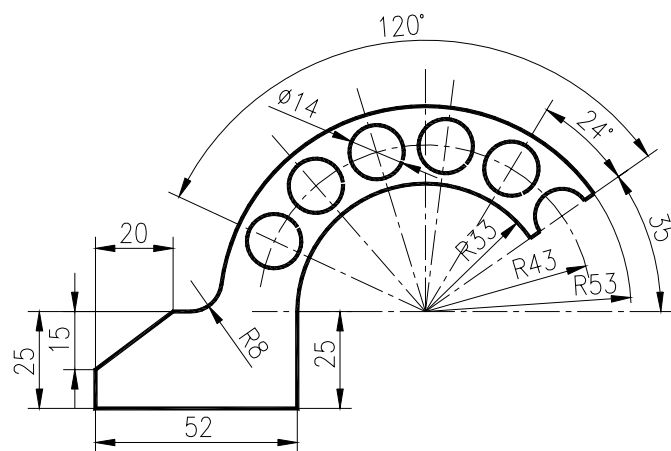

Fig. U7.14
4. Realizați desenul din Fig. U7.14 utilizând comenzile de editare *CHAMFER*, *FILLET*, *TRIM* și *ARRAY*, opțiunea *P*.